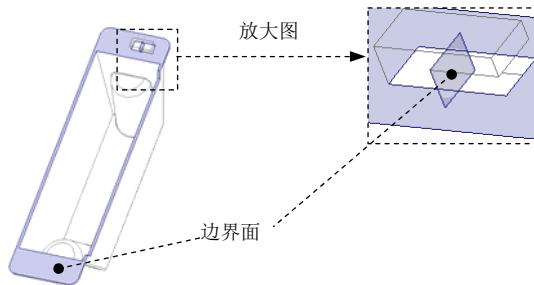

图 12.8 定义边界面
- (3) 然后选取“边界面”，操作方法如下：按住 Shift 键，图 12.8 所示的表面为边界面，此时图中所示的边界面会加亮。